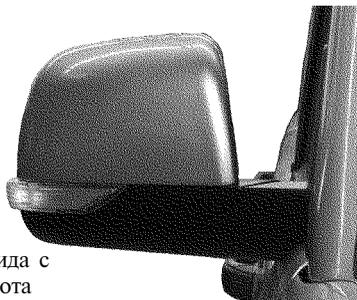

Рис. 9.37. Зеркало заднего вида с боковым указателем поворота
**Боковые указатели поворота** на УАЗ ПАТРИОТ, УАЗ ПИКАП расположены в зеркалах заднего вида (рис. 9.37). При выходе из строя меняется вместе с зеркалом заднего вида.